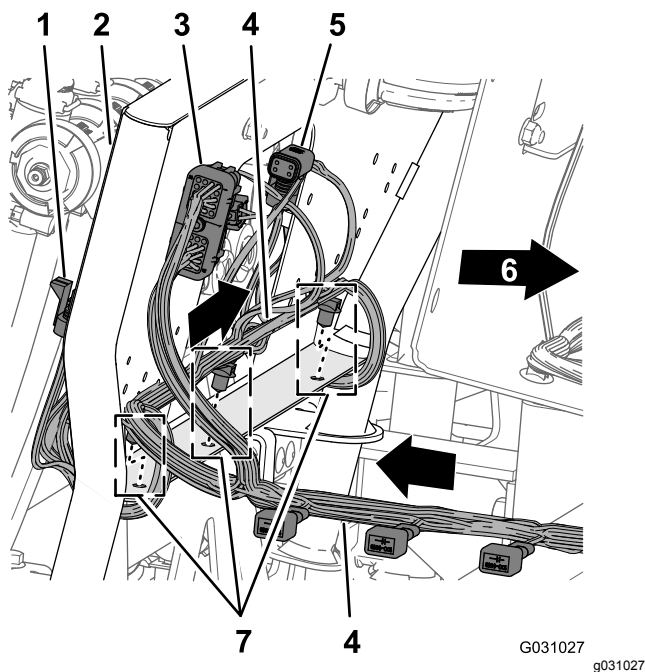

Рисунок 99
1. Проложите ответвление жгута проводов длиной 203 см через заднюю часть опоры крепления 10 клапанов так, чтобы 10 разъемов для клапанов сопел были направлены назад и находились под клапанами (Рисунок 99).
2. Вставьте вставные держатели ответвления жгута проводов длиной 203 см жгута проводов в отверстия нижнего фланца опоры крепления 10 клапанов (Рисунок 99).